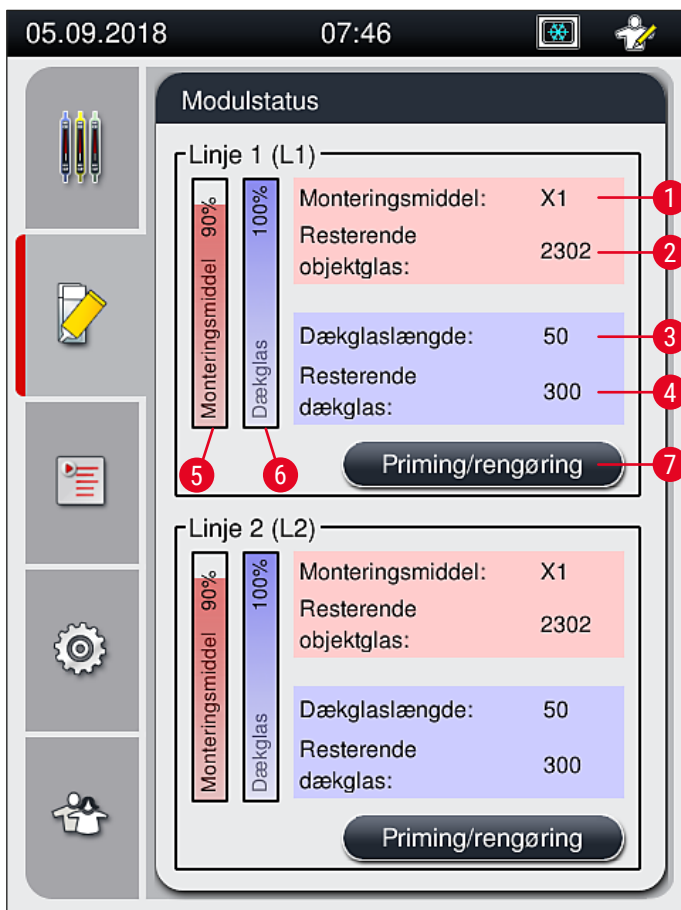

Fig. 49
- Menuen **Modulstatus** (→ Fig. 49) giver brugeren i HistoCore SPECTRA CV et overblik over de brugte forbrugsartikler (monteringsmiddel (→ Fig. 49-1) og dækglas (→ Fig. 49-3)) og deres aktuelle påfyldningsniveauer (→ Fig. 49-5) (→ Fig. 49-6) og resterende mængder (→ Fig. 49-2) (→ Fig. 49-4) for begge dækglasbaner.